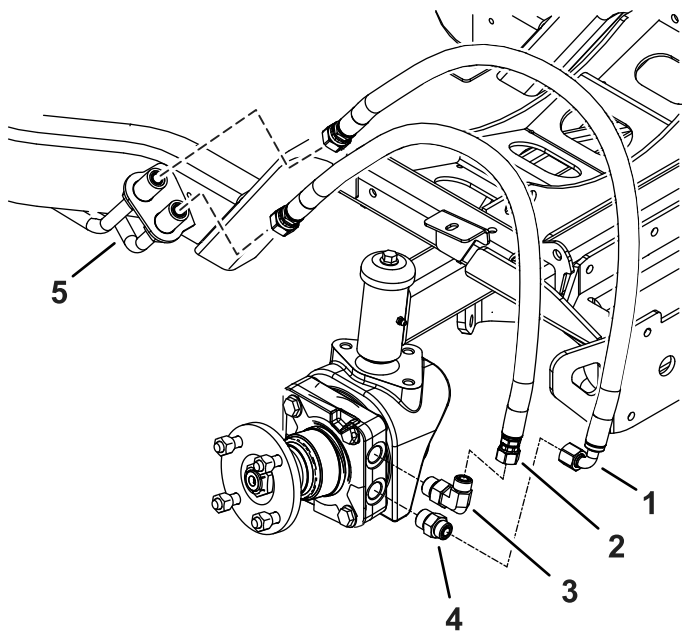

Figur 10
1. Fjern de eksisterende hydraulikslanger fra hydraulikrørene foran hjulet, og monter straks hætterne på hydraulikrørene (Figur 9 og Figur 10).